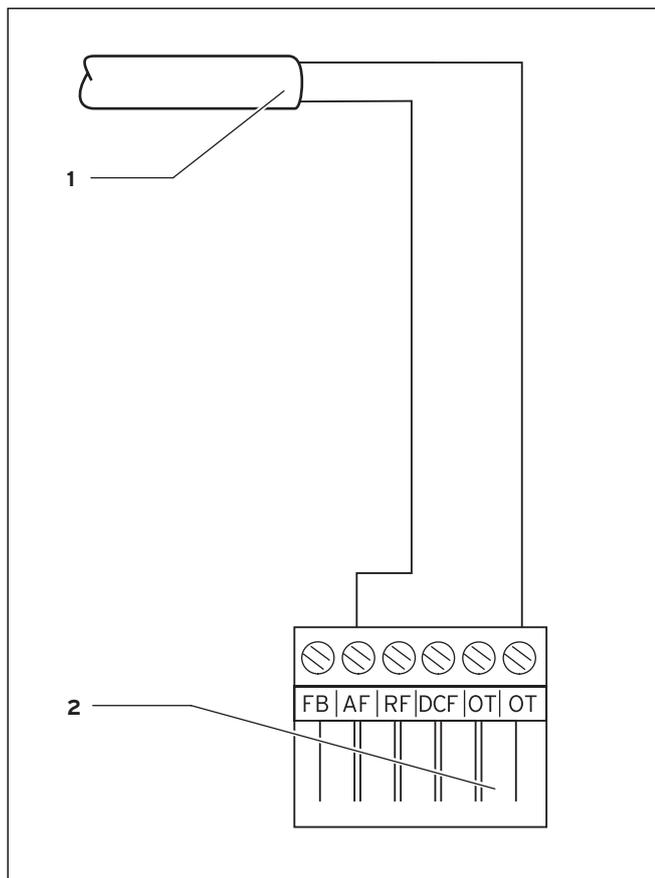

Fig. 5.2 Raccordement électrique de la sonde de température extérieure VRC 693
- ⇒ Brancher le câble de raccordement au connecteur encartable 6 pôles conformément à la fig. 5.2.